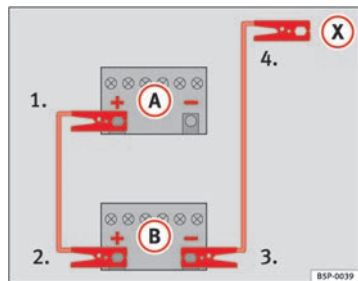

Fig. 198 Esquema de conexión de los cables de emergencia
En la ⇒ fig. 198 (A) representa a la batería sin carga y (B) a la batería con carga.
1. Emborne un extremo del cable de emergencia rojo al polo positivo ⇒ fig. 198 (+) del vehículo con la batería descargada ⇒ ⚠.
4. Emborne el otro extremo del cable negro de emergencia (X) a una pieza de metal maciza unida al bloque motor o al mismo bloque motor del vehículo con la batería descargada, lo más alejado posible de la batería ⇒ ⚠.